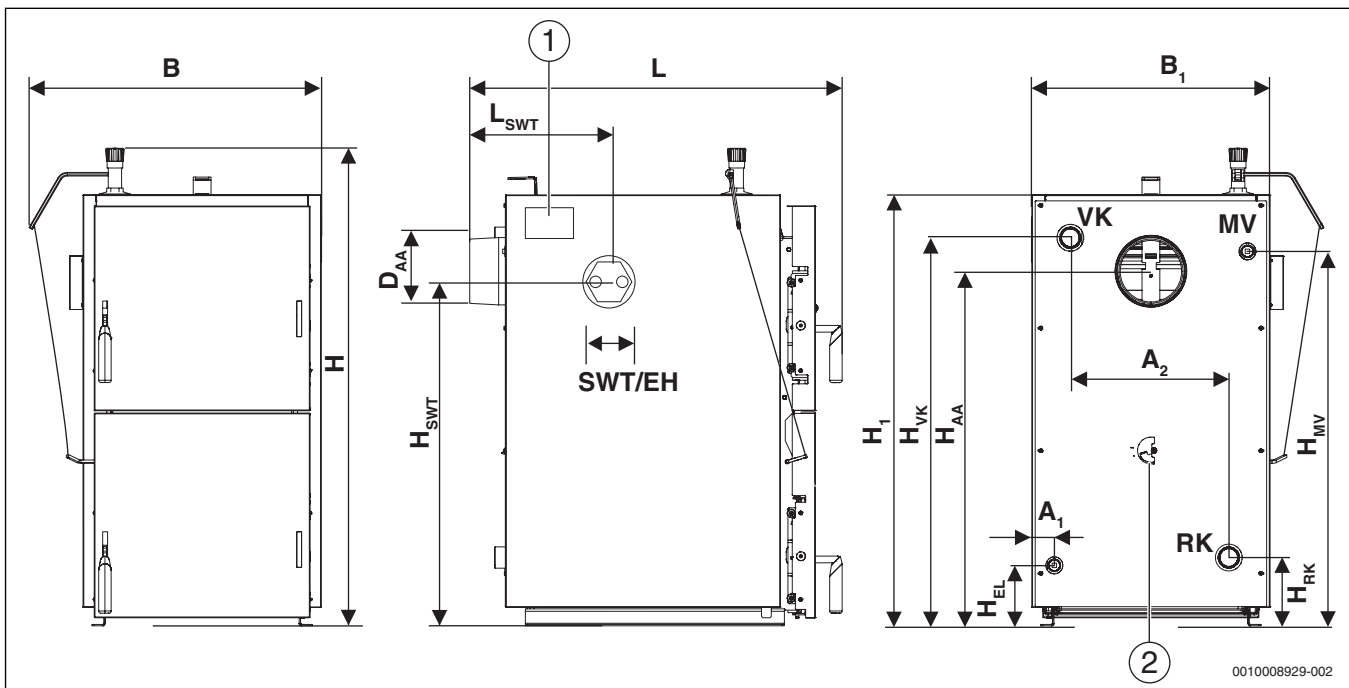

Bild 5 Abmessungen Solid 2000H SFH 22 HNS
- ▶ Typschild gut zugänglich und sichtbar am Heizkessel ankleben, z. B. oben an der Seitenwand des Heizkessels (→ Bild 5, Seite 6).